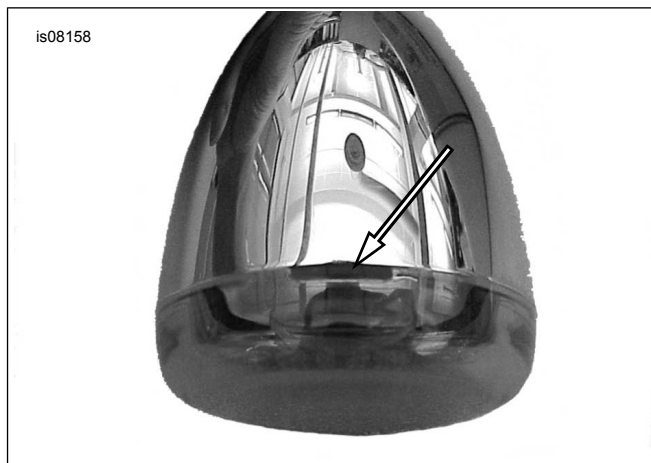

Figura 14. Installazione della lente dell'indicatore di direzione (vista dal basso)
- c. Vedere Figura 14. Installare la lente dell'indicatore di direzione con le scanalature orientate in basso e allineate a quelle dell'anello di tenuta O-ring come mostrato.